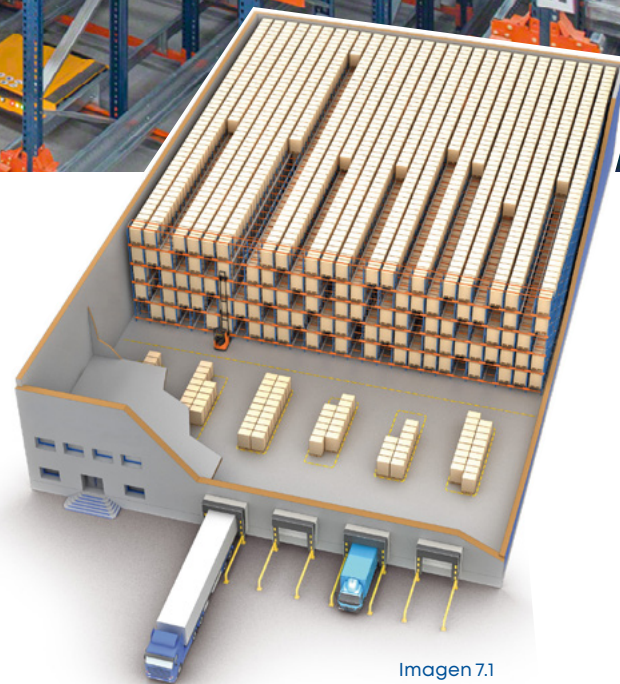

Imagen 7.1
- Si se elige una distribución con un único bloque de estanterías y un solo pasillo frontal (imagen 7.1), se logra una **mayor capacidad de almacenaje**, es decir, mayor número de ubicaciones.